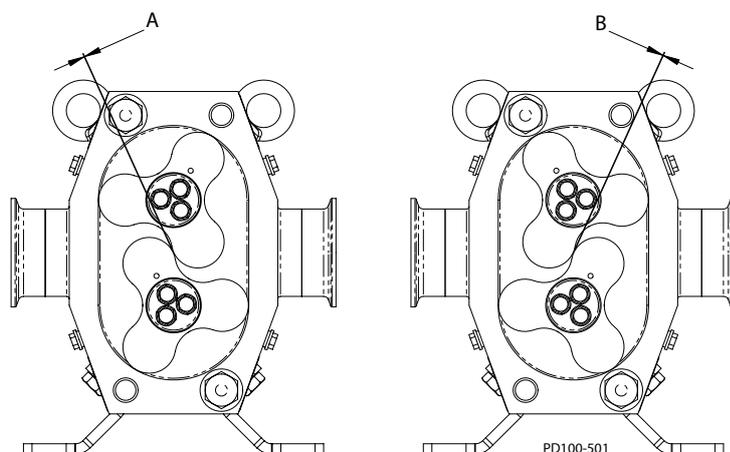

Figura 63 - Folga do Rotor
10. Verifique a folga rotor-para-rotor nas posições apresentadas em Figura 63.
11. As dimensões da distância entre "A" e "B" apresentadas na Figura 63 devem estar dentro dos intervalos especificados na Tablela 11 em todas as posições. Ajuste a posição da engrenagem no eixo da unidade con-forme necessário.